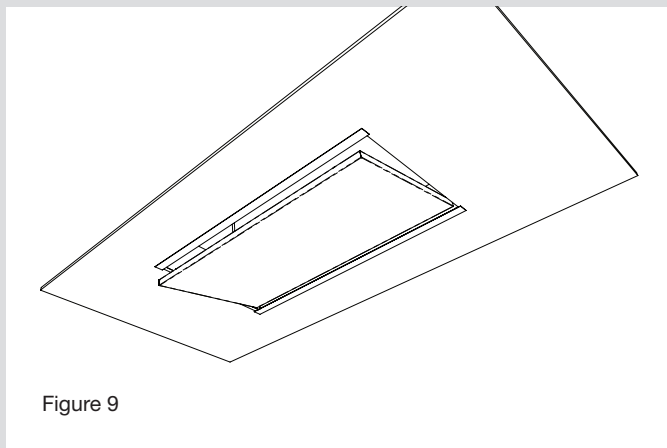

Figure 9
7. Insérer la tuile dans le boîtier en débutant par l'un des côtés (Fig.9).